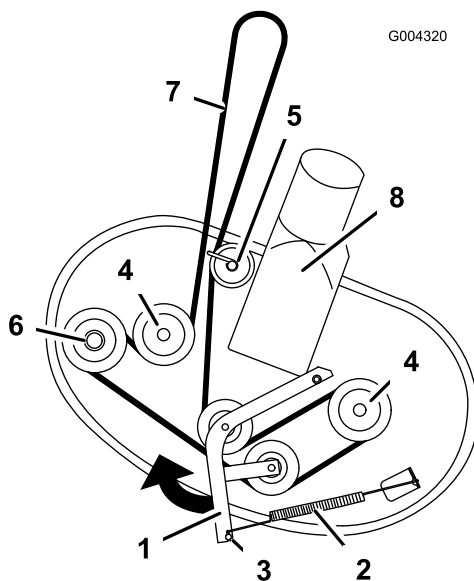

Bild 59
4. Lösen Sie die Befestigungen, mit denen die Riemenführung an der hinteren Spannscheibe befestigt ist (Bild 59).
5. Ziehen Sie den Spannarm in die in Bild 59 angegebene Richtung und rollen Sie den Riemen von den Scheiben ab.
6. Legen Sie den neuen Riemen um die Motor- und Mähwerkspannscheiben (Bild 59). Verlegen Sie einen neuen Riemen unter der Riemenführung und um die hintere Spannscheibe.
7. Ziehen Sie die Spannscheibe in die in Bild 59 angegebene Richtung und verlegen Sie den Riemen um die Scheibe des Spannarms und die Spindelscheiben (Bild 59).
8. Ziehen Sie die Befestigungen der Riemenführung auf der hinteren Scheibe fest (Bild 59).